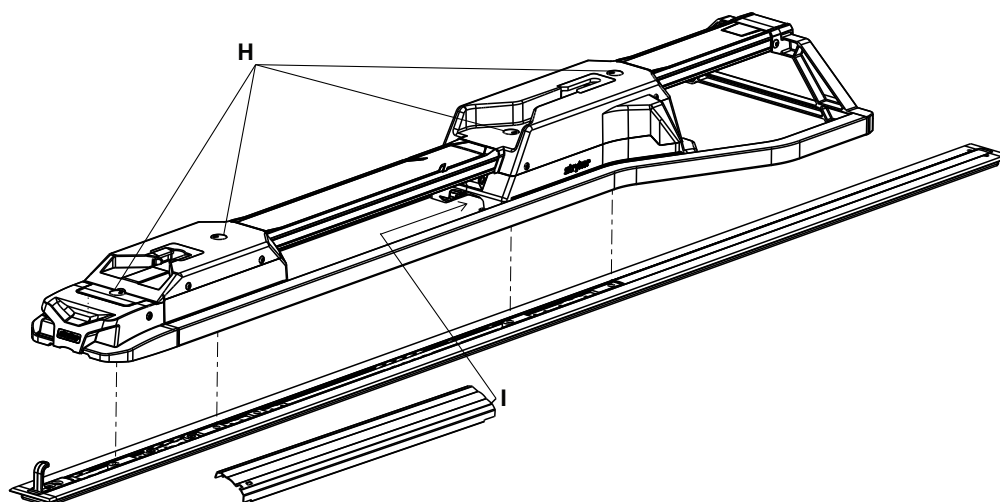

Figura 11 – Atașarea dispozitivului de fixare
17. Deplasați capacele rotative (H) o jumătate de rotație pentru a avea acces la șuruburile atașate ale plăcii de podea care se află sub capace (Figura 11).
19. Folosind o cheie hexagonală de 3/8", instalați celelalte șuruburi atașate ale plăcii de podea (H) în cele două crampoane (Figura 11).
23. Introduceți partea ne-crestată a ansamblului capacului central (6392-001-011) (I) în orificiul din carcasa capătului pentru cap (Figura 11).
- _____ Folosind o cheie dinamometrică, verificați dacă toate cele patru șuruburi atașate ale plăcii de podea (A) sunt strânse la 60 +/- 10 ft-lb (81 +/- 14 Nm) (Figura 11).